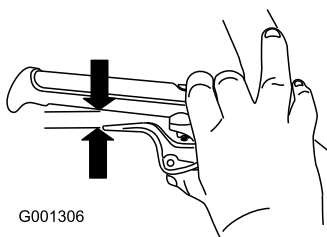

Figure 9
5. Serrez le levier complètement contre le guidon, puis vérifiez l'écartement entre le bas du guidon et l'extrémité du levier d'embrayage de roue (Figure 9).